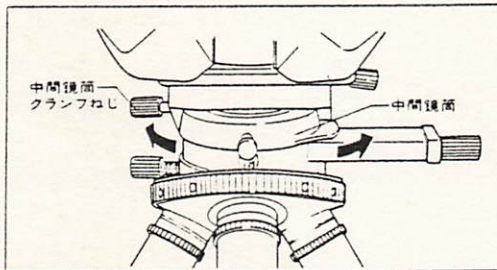
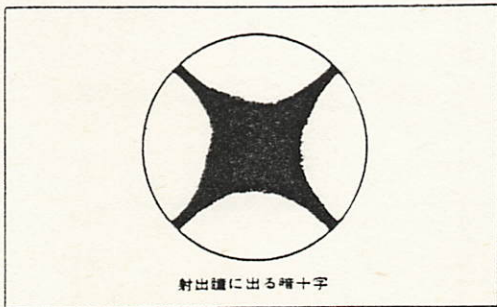

図15
図16
- 5) 中間鏡筒クランプねじを少し緩めて、中間鏡筒をわずかに回転させ(図15)、図16のような暗十字を出してからクランプねじで中間鏡筒を固定します。